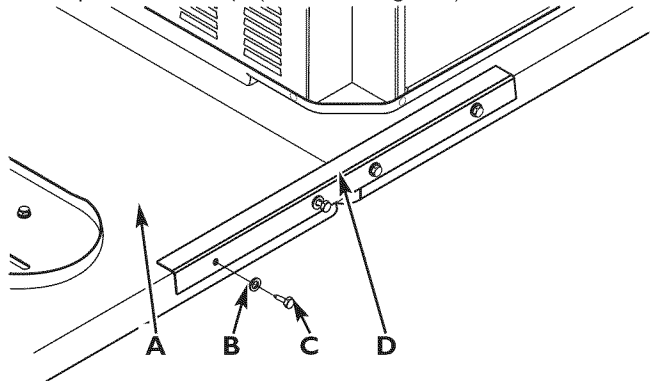

Figura 3 - Inserción de pernos en los orificios del soporte de montaje
3. Inserte una arandela plana de 5/16" X 1" en un perno e inserte el perno en uno de los orificios del perfil en L. Apriete el perno a mano para introducirlo en el orificio del soporte de montaje (consulte la Figura 3).